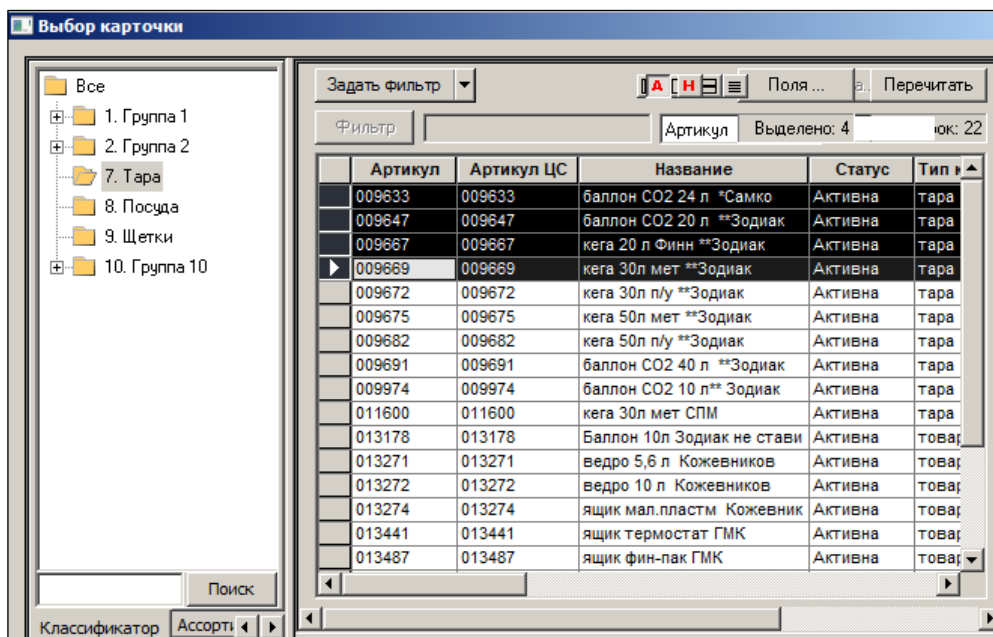

Рисунок 116 – Выбор артикулов
- Артикул – выбор карточек, доступный при нажатии кнопки с тремя точками (Рисунок 116):